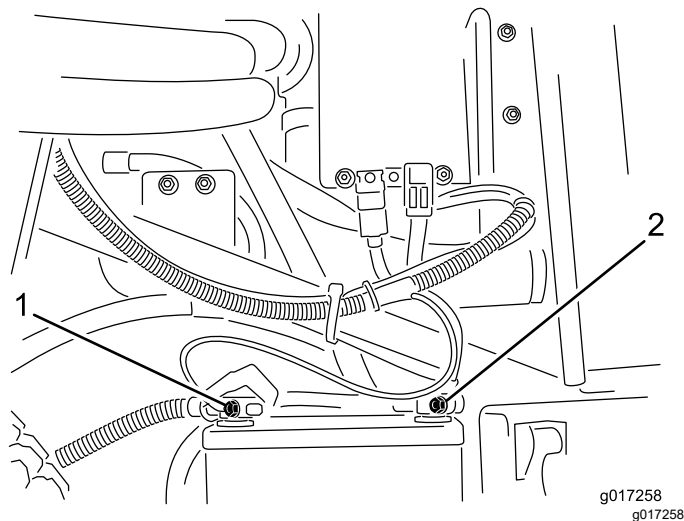

図 18
1. バッテリーのプラス端子のナットを外して、図 18 のように、Battery Positive と書かれた赤いケーブルのリング端子をボルトに取り付け、ナットで元通りに締め付ける。